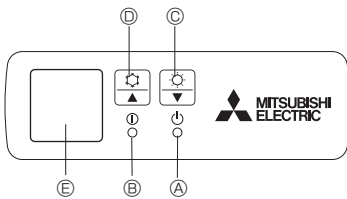

Fig. 5-1
[Fig. 5-1] ① DEFROST/STAND BY (nutirpdymas / budėjimas) lemputė
- ② Veikimo lemputė
- ③ Avarinis jungiklis (šildymas)
- ④ Avarinis jungiklis (vėsinimas)
- ⑤ Imtuvas